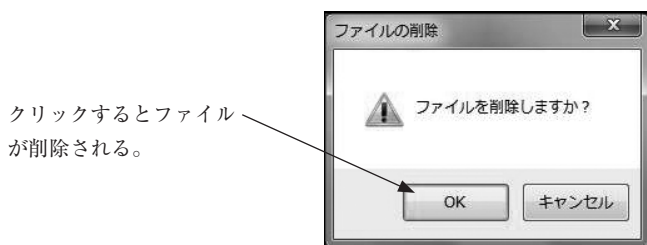

図3-88
- ④ クリック後、選択したファイルが開かれます。メッセージボックス（図3-88）が表示されますので、削除する場合は「OK」ボタンを、削除しない場合は「キャンセル」ボタンをクリックします。「OK」ボタンをクリックするとファイルが削除されます。